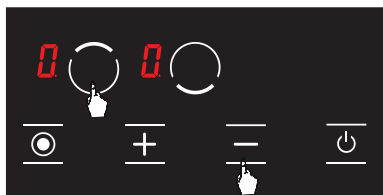

Рисунок 18
2. Одновременно нажмите кнопку выбора нижней конфорки () и кнопку минуса (). (см. Рисунок 18) Вы услышите короткий звуковой сигнал. Затем поднимите пальцы с панели управления плиты.